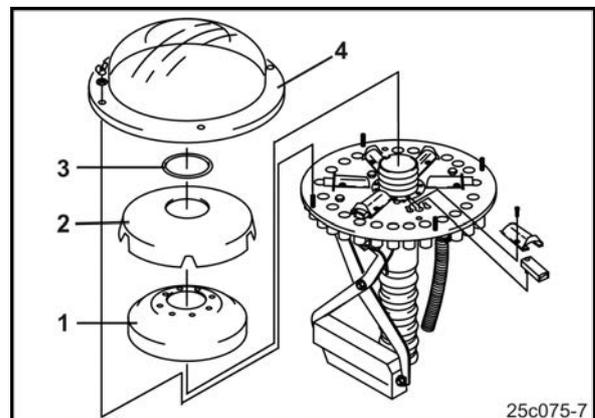

Fig. 148
6. Das Variogetriebe durch den Öleinfüllstutzen (Fig. 148/2) bis zum Ölauge mit Getriebeöl befüllen.
10. Schaumstoffeinsatz (Fig. 148/1) montieren
11. Verteiler-Innenhaube (Fig. 148/2) montieren
12. Ring (Fig. 148/3) montieren
13. Verteileraußenhaube (Fig. 148/4) montieren